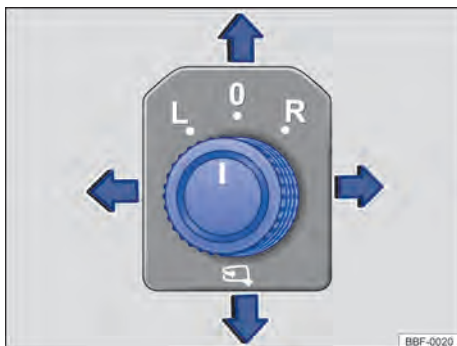

Fig. 81 En la puerta del conductor: mando giratorio de ajuste de los espejos retrovisores eléctricos.
- Girar la perilla en la puerta del conductor hasta el símbolo deseado → **fig. 81**.